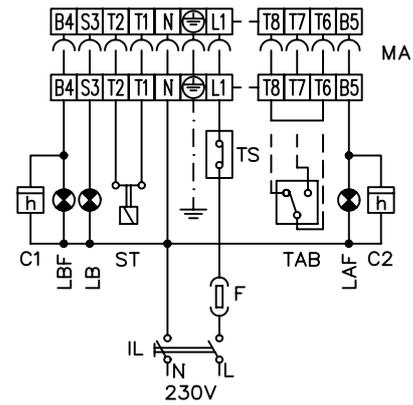

Fig. 9
- Eseguire i collegamenti elettrici al connettore di alimentazione seguendo lo schema in Fig. 9.
- 1 Portare il bruciatore in bassa fiamma commutando il termostato Alta - Bassa fiamma, oppure spostando il ponte da T6-T8 a T6-T7. (Fig. 9)